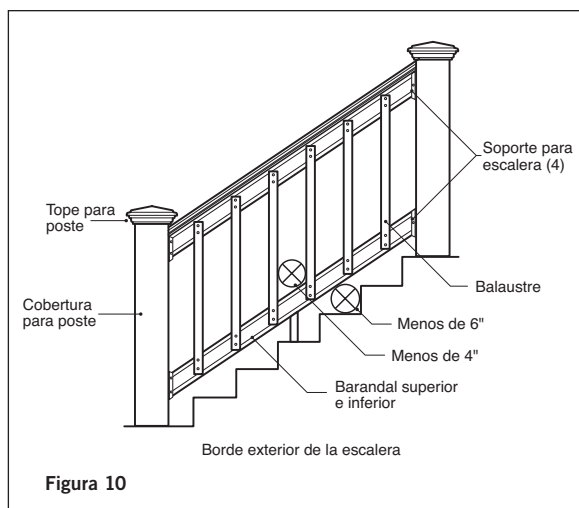

Figura 10
Paso 6 Coloque el barandal inferior entre los postes y centre. Revise los requerimientos del código de construcción para el espaciamiento máximo en una escalera, por lo general, menos de 6". Una pelota de 6" no puede pasar entre el triángulo formado por el barandal inferior, la huella (peldaño) y el peralte (contraescalón) (**Figura 10**). Marque la ubicación del soporte en ambos postes. Quite el barandal. Marque la ubicación de los tornillos y taladre previamente sólo a través de la cobertura para poste, usando una broca de 1/4". Una cada soporte al poste con dos tornillos de 2" de largo.
Paso 10 Balaustres Tradicional, Baroque y Arc: Coloque un balaustre en los barandales midiendo de centro a centro desde una de las posiciones marcadas (4-1/2" de centro a centro o 7-1/2" de centro a centro para vidrio). Asegúrese con un nivel de que el balaustre está recto. Usando el balaustre como guía, taladre orificios de 9/64" en los barandales superior e inferior. Taladre y sujete el balaustre con los tornillos provistos. Use un bloque espaciador de 2x4 para establecer el espaciamiento del siguiente balaustre. Taladre y sujete cada balaustre a los barandales superior e inferior con los tornillos provistos. Usar un par de abrazaderas para mantener el balaustre en su lugar mientras lo fija hará que este paso sea más fácil (**Figura 10**).